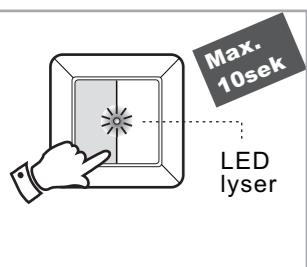

fig.9
• Röd LED i mitten av vippan lyser när WT2 sänder. Vid långvarigt tryck lyser LED'n max.10sek. (se fig.9).